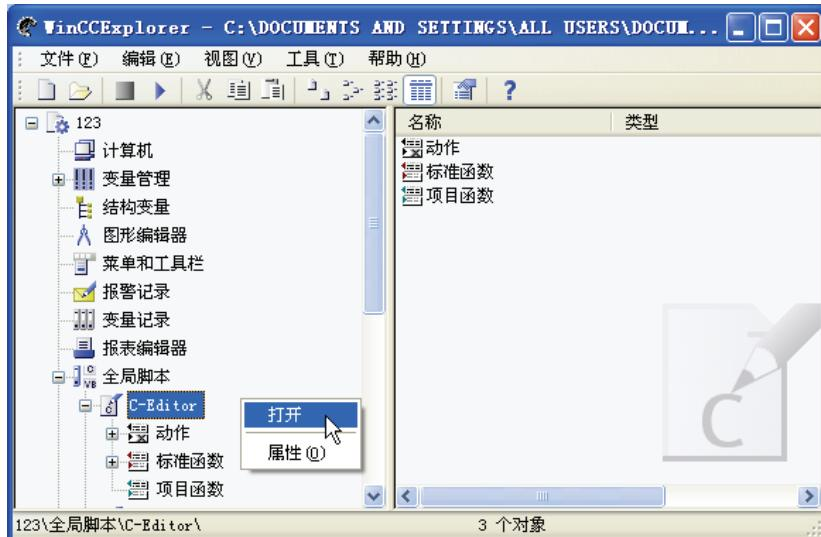

图 9-6 打开全局脚本 C-编辑器
1) 打开全局脚本 C-编辑器。在项目管理器的浏览器窗口中，选中“C-Editor”，单击鼠标右键，弹出快捷菜单，单击“打开”命令，如图 9-6 所示。